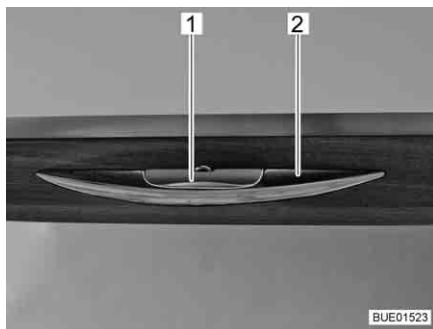
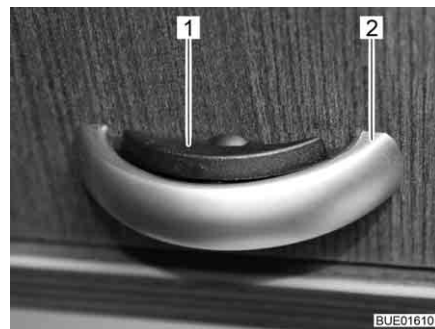

Fig. 73 Abattant de placard avec poignée de déverrouillage
Fig. 74 Abattant de placard avec poignée de déverrouillage (alternative)
- Enfoncer la poignée de déverrouillage (Fig. 73,1 ou Fig. 74,1) et la maintenir enfoncée.
- Tirer sur la poignée (Fig. 73,2 ou Fig. 74,2) jusqu'à ce que l'abattant de placard s'ouvre.